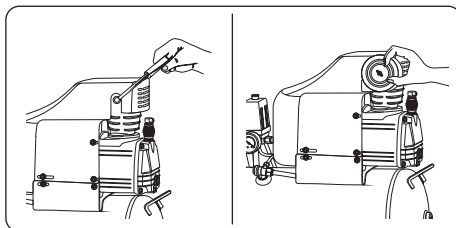

FIGURA 7.7
- Retire o tampão plástico alojado no filtro de ar, na tampa de cilindro ou no suporte. Instale em seguida o filtro de ar (figura 7.7).